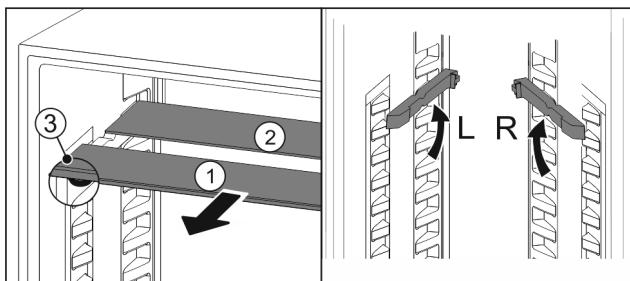

Fig. 69
- ▶ Sortir les tablettes par l'avant Fig. 69 (1).
- ▷ La tablette en verre Fig. 69 (1) avec bordure décorative est située à l'avant.
- ▷ Les butées Fig. 69 (3) sont orientées vers le bas. Appareil avec compartiment congélateur :*